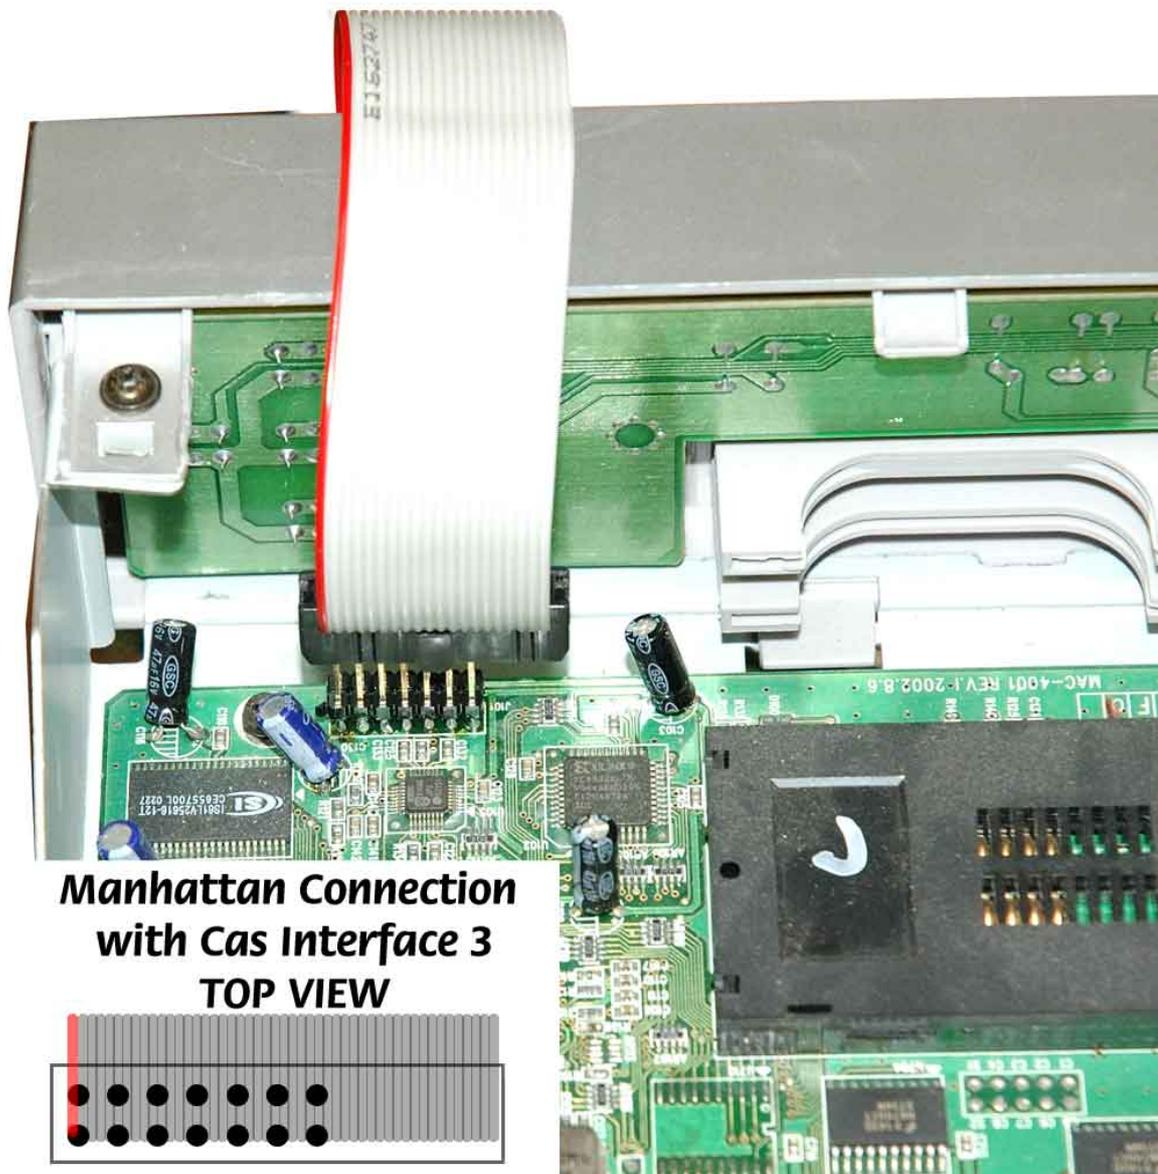

Fig. 25
- Wenn Sie Cas Interface 3 benutzen, stecken Sie ein Ende des flachen Kabels in dem externen Anschluss und das andere Ende in dem Manhattan Receiver, wie auf dem Bild ersichtlich ist (Fig.25):